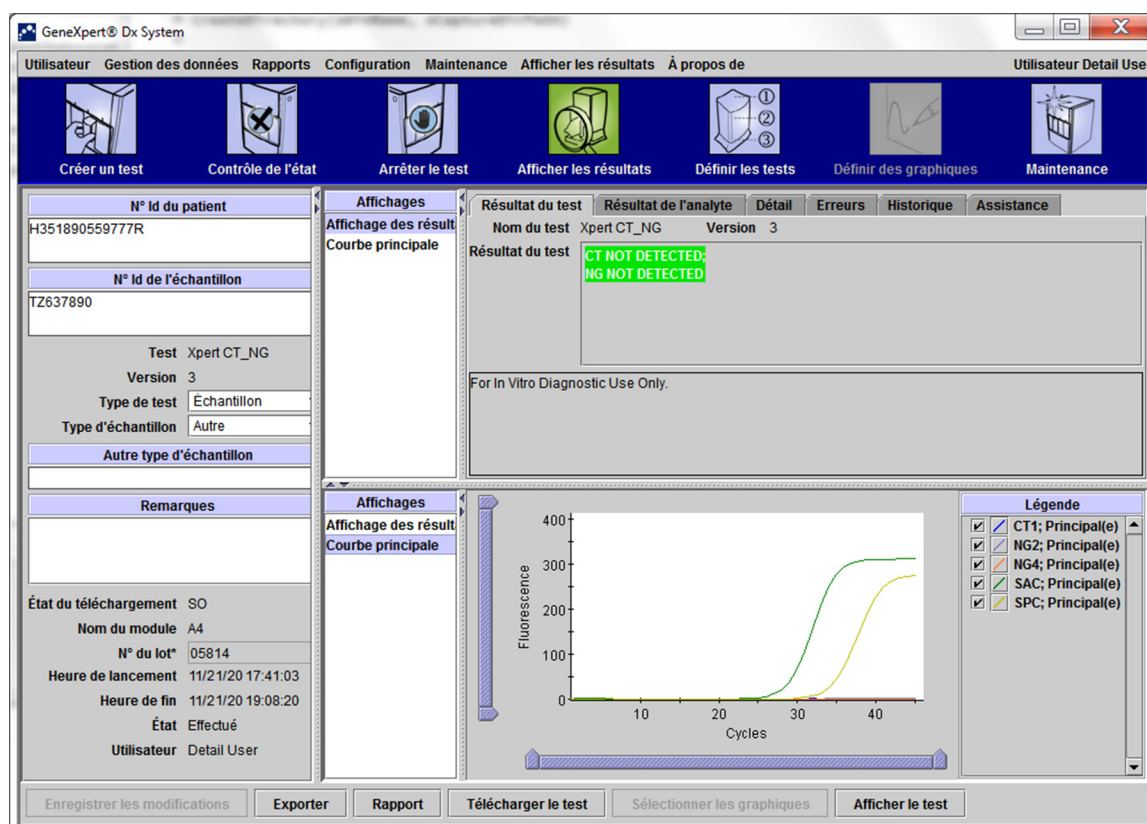

Figure 5-36. Fenêtre Afficher les résultats (Affichage Détail et Administrateur) GeneXpert Dx
1. Dans la fenêtre GeneXpert Dx System, cliquez sur **Afficher les résultats** dans la barre de menus. La fenêtre Afficher les résultats apparaît. Voir Figure 5-36.
La fenêtre Afficher les résultats affiche différentes fonctionnalités selon le type d'utilisateur. La Section 5.12.2, Affichage Utilisateur De base décrit la fenêtre Afficher les résultats pour les utilisateurs De base. La Section 5.12.3, Affichage Utilisateur Détail et Administrateur décrit la fenêtre Afficher les résultats pour les utilisateurs Détail et Administrateur. La Figure 5-36 affiche une fenêtre Afficher les résultats pour les utilisateurs Détail et Administrateur.